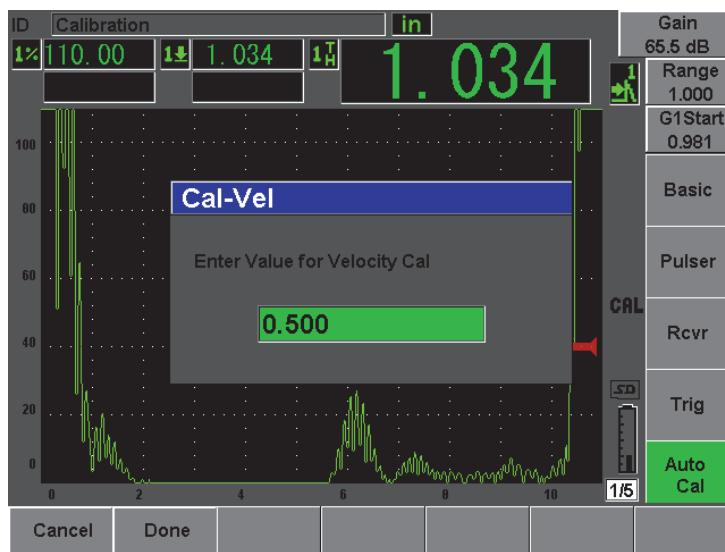

图 10-13 输入声速校准厚度值
15. 将数值调整到与闸门内信号指示的已知厚度值相应的数值（本例中为 0.500 in.），然后选择 **Done** (完成)，完成校准过程（参见第 170 页的图 10-13）。